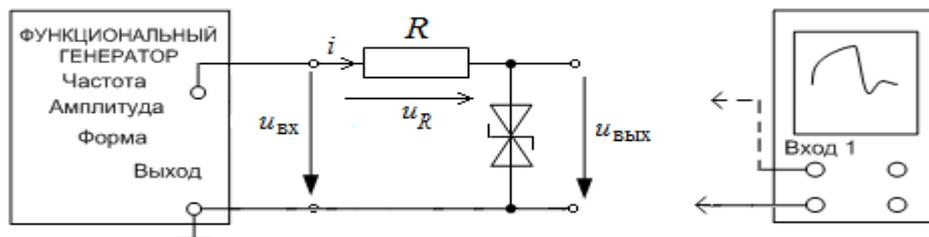

Рис. 2П
8. При каком соотношении действующего значения входного напряжения и напряжения  $U_{ст}$  длительность фронта кривой выходного напряжения  $u_{ввых}(t)$  для схемы на рис. 2П составит  $T/16$ ?